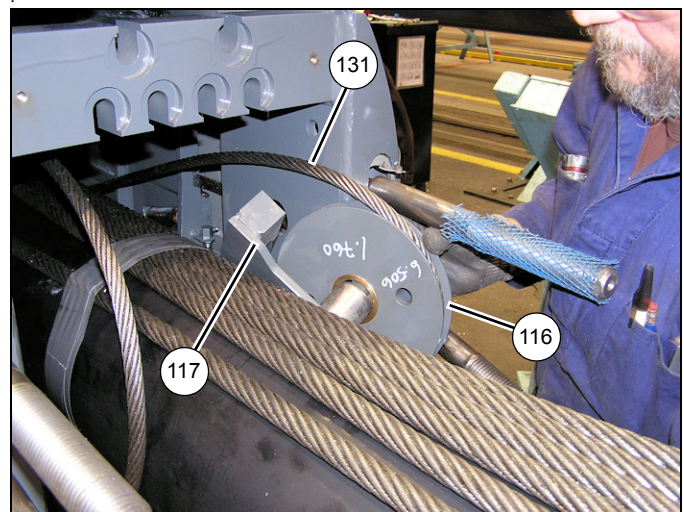

FIGURA 4-39
46. Instale el conjunto de polea (116) y las tres arandelas de empuje (115) en el eje del miembro soldado del montaje de la polea (117), asegurándose que la arandela de empuje esté instalada entre el miembro soldado del montaje de la polea y el conjunto de polea (realice este paso dos veces).
47. Instale el conjunto de miembro soldado del montaje de la polea/polea (116/117) en la parte trasera de la sección telescópica 3 (4), asegurándose que el cable de retracción de la sección telescópica 4 (131) se envuelva alrededor del conjunto de polea (116); monte el miembro soldado del montaje de la polea (117) en el interior de la sección telescópica 3 (4) utilizando los cuatro pernos (119) y las arandelas planas (118) (lados izquierdo y derecho) (vea la Figura 4-39).